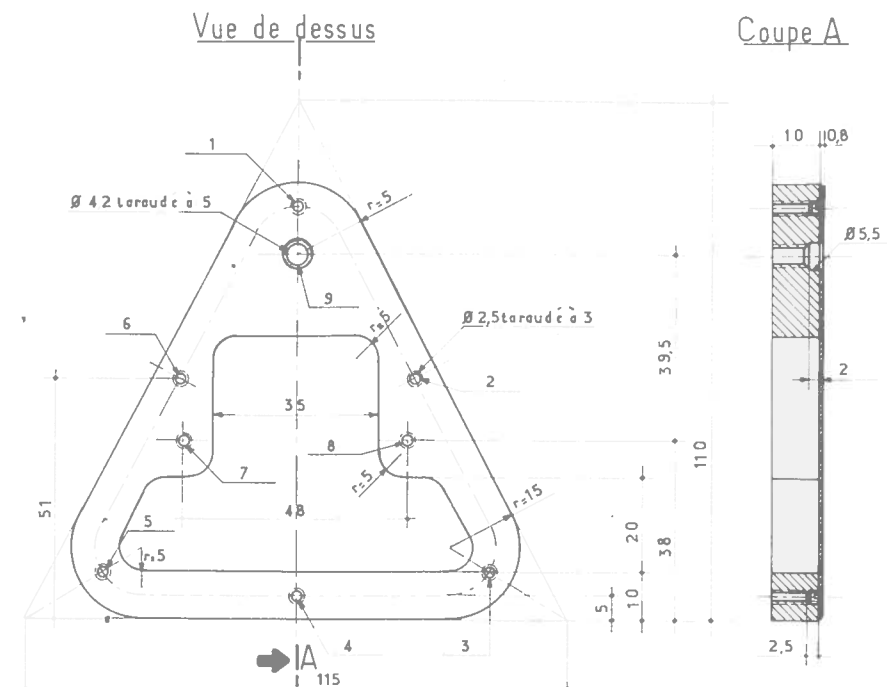
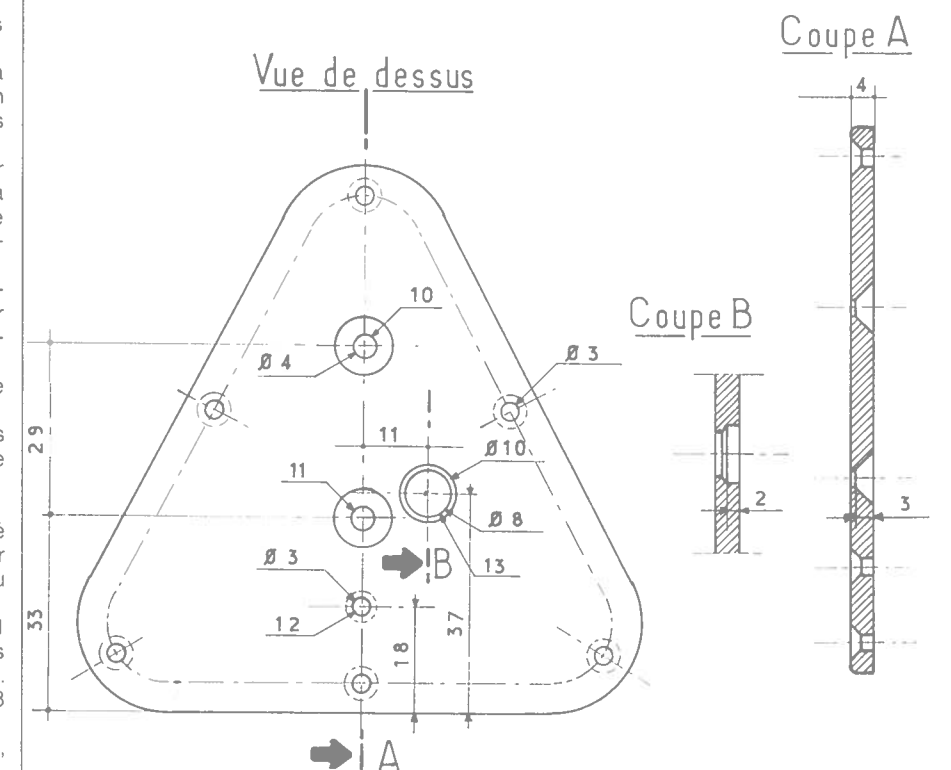

FIG. 98 Cache contacts 8 Matière: AG4
FIG. 99 Support 10 Matière: AG4
Usinage du cache-contacts 8 (fig. 98) et ébauche du support 10 (fig. 99)
• 1° Tracer la pièce suivant la figure 98 après avoir passé une peinture à l'eau sombre sur la plaque.
• 8° Ebarber le débouché des perçages restants. Cette pièce va nous servir de guide de perçage pour la plaque support 10 (fig. 99).
• 9° Tracer les limites extérieures suivant le triangle de la figure 98, cote de base 115 mm, hauteur 110 mm.
• 12° Percer tous les trous repérés 1 à 6 sur la figure 98 à 2,5 mm en vous servant de la pièce 8 comme guide. Faire attention à ne pas percer les 7, 8 et 9.
- 25° Visser à fleur de la partie supérieure du cache les 6 tronçons de vis (fig. 98, coupe A).
- 30° Percer à 5,5 mm sur 2 mm environ suivant la coupe A de la figure 98. Assurez-vous que l'extrémité taraudée de l'axe de girouette se visse parfaitement. Approfondir le perçage si nécessaire.
Usinage de la plaque support 10 (fig. 99)